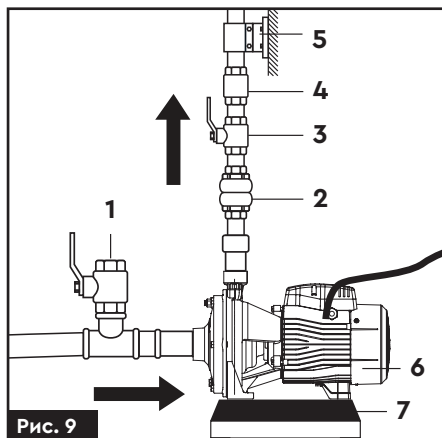

Рис. 9
- 4. Для полегшення проведення робіт по технічному обслуговуванню насоса, рекомендується на напірному трубопроводі встановити кульовий кран (3) (рис. 9), а також зворотний клапан (4) (рис. 9) між краном i напірним патрубком насоса.
- 5. При стаціонарному використанні насоса, рекомендується закріпити його на опорний поверхні з використанням гумових прокладок (7) (рис. 9) або інших антивiбраційних матеріалів.
- 6. Для зниження вібраційного шуму, з'єднання з жорсткими трубопроводами треба здійснювати за допомогою компенсаторів (2) (рис. 9) або гнучких труб.
- 7. Для зниження шуму рекомендується встановити на напірному трубопроводі опору (5) (рис. 9).